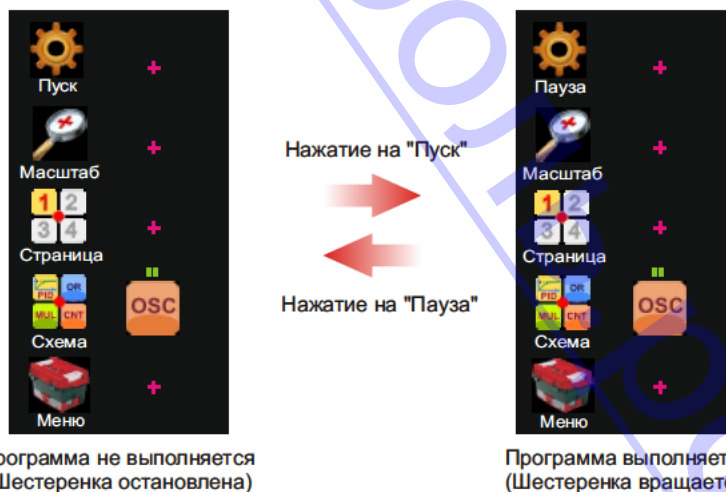

Рис. 15. Меню "Процесс", пуск и остановка выполнения программы.
8.3 В левом вертикальном ряду меню кроме пиктограмм **Группа, Страница** и **Схема**, выполняющих описанные выше функции (п. 7.3.3), находится пиктограмма **Пауза** или **Пуск** (в зависимости от текущего состояния программы). В исходном состоянии (программа не выполняется) индицируется пиктограмма **Пуск**, указывающая на то, что для пуска программы необходимо выбрать данную пиктограмму. При ее нажатии начинается выполнение программы, а на ее месте появляется пиктограмма **Пауза**, нажав на которую выполнение программы прекращается (Рис. 15).